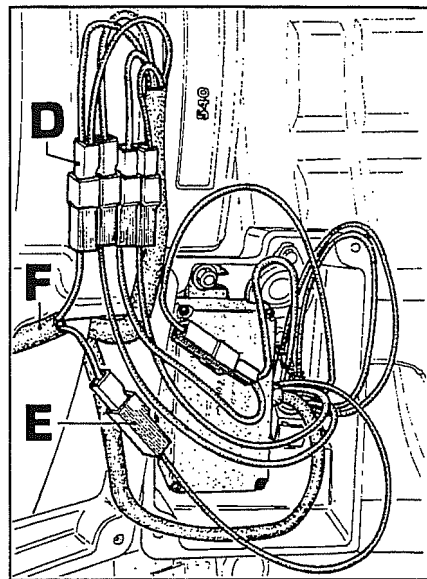

Fig. 41
5. Scollegare il doppio cavo a pallini neri **D** fig.41 dal cavo marrone/bianco **E** della centralina, quindi collegare il cablaggio **F** fig.41 con un cavo al doppio cavo a pallini neri e l'altro cavo al cavo centralina marrone/bianco.